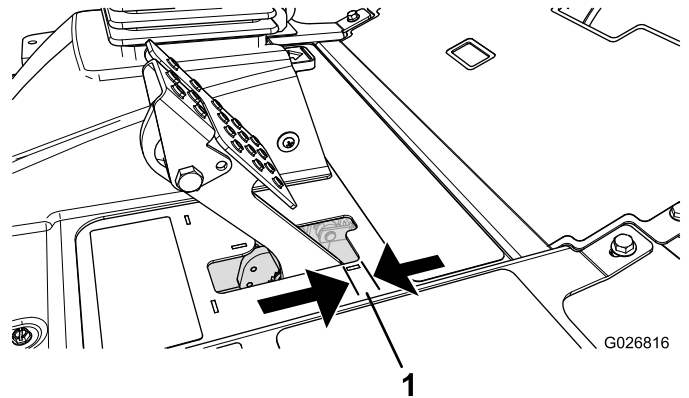

Figura 51
Ajuste os travões se o pedal do travão apresentar uma folga superior a 2,5 cm (Figura 51) ou quando os travões não funcionarem de forma eficaz. Folga é a distância percorrida pelo pedal antes de se verificar qualquer resistência ao movimento.
2. Aperte a porca traseira para deslocar o cabo para trás até que os pedais dos travões apresentem uma folga de 6,3 a 12,7 mm (Figura 51) antes de alcançar o bloqueio.